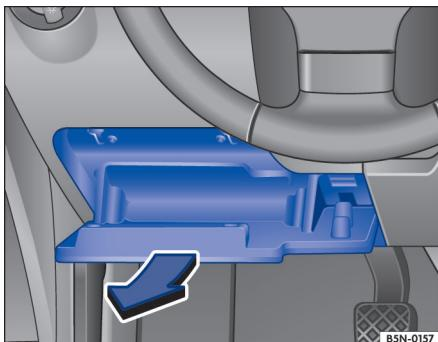

图 194 仪表板的左侧：保险丝盒的盖板
- 将平头物品（例如随车工具中的螺丝刀）插入凹槽⇒ 图 194 中（箭头），然后小心地撬下盖板。